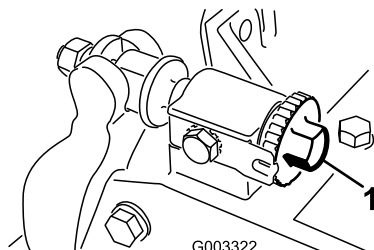

Figura 12
2. Girate in senso antiorario le viti di regolazione della barra di appoggio per accertarvi che la barra di appoggio non tocchi il cilindro (Figura 12).